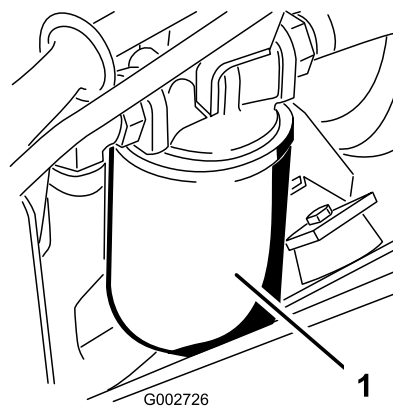

図 46
4. 機体左側にある油圧オイルフィルタ 図 46 の下に容器を置く。
7. 新しい油圧フィルタを取り付ける 図 46 ガスケットがフィルタヘッドに当たるまで手で回し、そこからさらに 3/4 回転締め付ける。